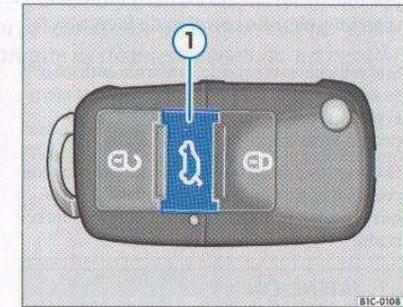

Fig. 14 Llave con mando a distancia con tecla para desbloqueo del portón
– Acérquese al vehículo, apunte hacia él con el mando a distancia14) y pulse la tecla  => fig. 14 1 de la llave durante unos 3 segundos. El portón se desbloquea.